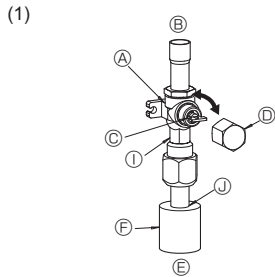
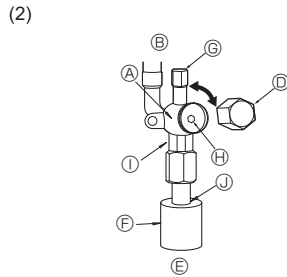

Fig. 4-6
Fig. 4-7
(1) Gasside på ZRP100-140 (Fig. 4-6)
- ① Afmonter hættten, træk håndtaget hen imod Dem og drej en 1/4 omgang mod uret for at åbne.
- ② Kontrollér, at stopventilen er helt åben, skub håndtaget ind og drej hættten tilbage til den oprindelige position.
(2) Væskeside på ZRP100-140 samt gas-/væskeside på ZRP35-71 (Fig. 4-7)
- ① Fjern dækslet, og drej ventilspindlen mod uret så langt som muligt vha. en 4 mm sekskantet skrue nøgle. Stop med at dreje, når den når stopperen (ø9,52: ca. 10 omgang).